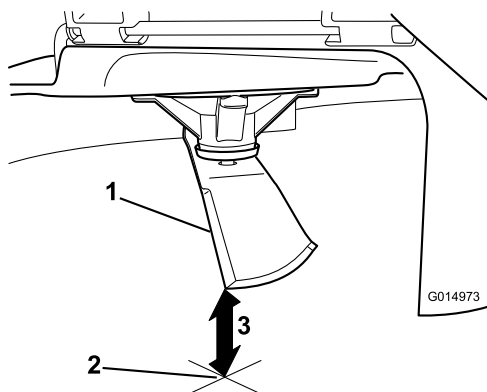

Figure 79
3. Mesurez la distance entre la pointe de la lame et la surface plane (Figure 79).